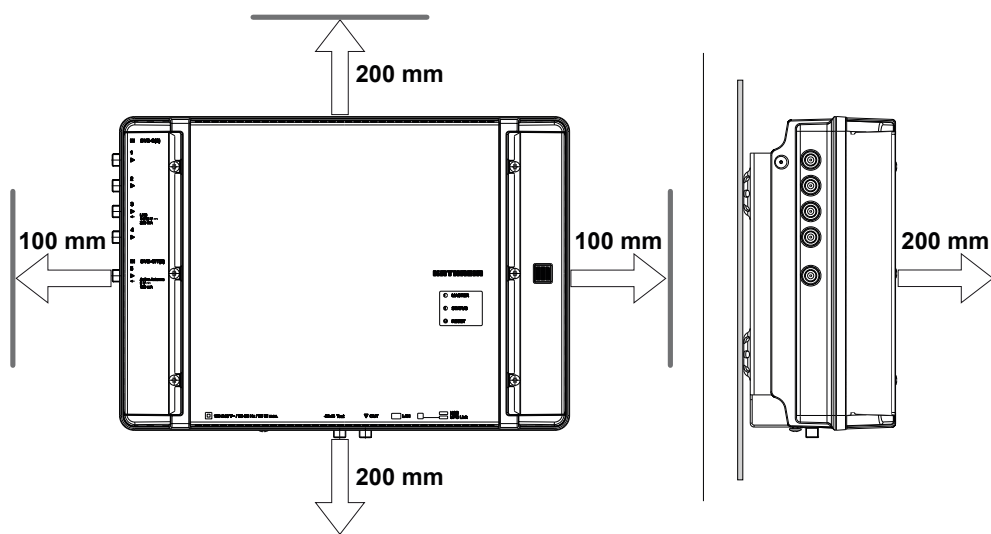

Fig. 2: Espacio libre necesario para ventilación
- Alrededor del aparato es posible la circulación de aire, se dispone del espacio libre según Fig. 2.